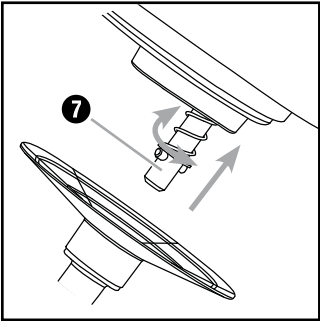

Fig. 1: Montaje de los accesorios
- 4) Monte el gancho amasador **10**, las varillas de montar **11** o las varillas de mezcla **12** en el eje de accionamiento **7** (Fig. 1):